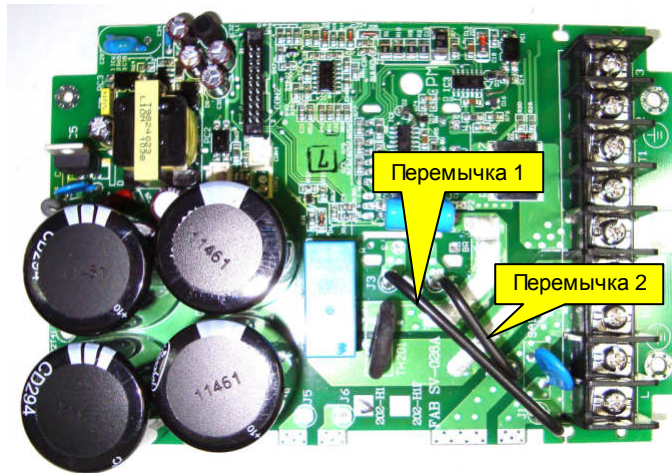

Рис.7.4.
7.2.1. Взять новую драйверную плату. Перепаять перемычки 1 и 2 (рис.7.4) следующим образом: